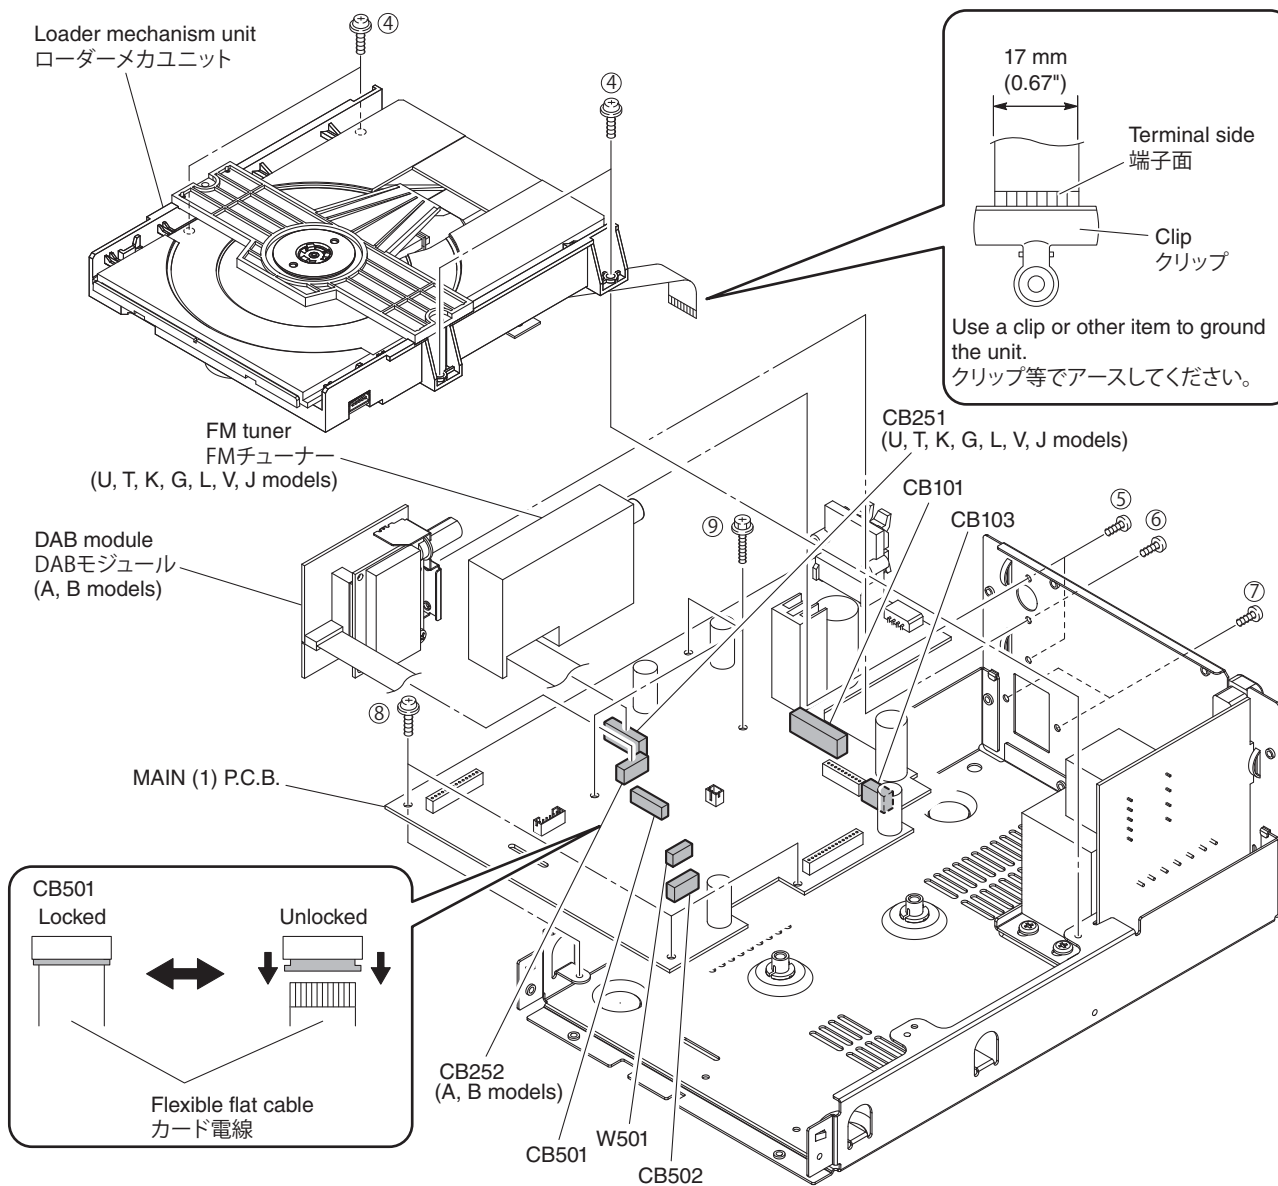

Fig. 2
- Remove 4 screws (④). (Fig. 2)
- Remove CB502 and W501. (Fig. 2)
- Unlock and remove CB4 and ground the terminal side of the flexible flat cable with a clip or the like. (Fig. 2)
- Remove the loader mechanism unit. (Fig. 2)
- Remove 2 screws (⑤). (Fig. 2)
- Remove CB251. (Fig. 2)
- Remove the FM tuner. (Fig. 2)
- Remove 2 screws (⑥). (Fig. 2)
- Remove CB252. (Fig. 2)
- Remove the DAB module. (Fig. 2)
4. Removal of MAIN (1) P.C.B.
- Remove 2 screws (⑦), 3 screws (⑧) and 3 screws (⑨). (Fig. 2)
- Remove CB101 and CB103. (Fig. 2)
- Remove the MAIN (1) P.C.B.. (Fig. 2)
- ④のネジ4本を外します。(Fig. 2)
- CB502、W501を外します。(Fig. 2)
- ロックを解除してCB501を外し、カード電線の端子面をクリップ等でアースします。(Fig. 2)
- ローダーメカユニットを取り外します。(Fig. 2)
- ⑤のネジ2本を外します。(Fig. 2)
- CB251を外します。(Fig. 2)
- FM チューナーを取り外します。(Fig. 2)
4. MAIN (1) P.C.B. の外し方
- ⑦のネジ2本、⑧のネジ3本、⑨のネジ3本を外します。(Fig. 2)
- CB101、CB103を外します。(Fig. 2)
- MAIN (1) P.C.B.を取り外します。(Fig. 2)